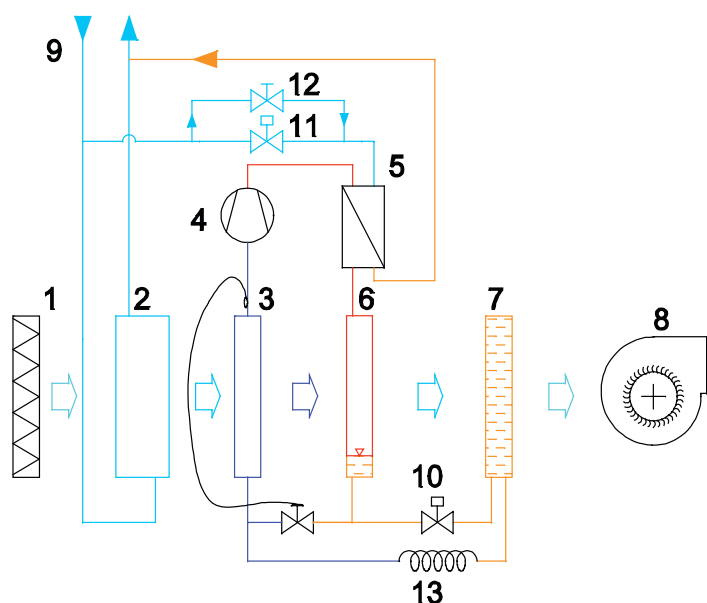

Fig. 1 Schema del deumidificatore DR20
In fig. 1 è schematizzato il funzionamento ad aria neutra. L'aria, filtrata attraverso la sezione filtrante (1), subisce un preraffreddamento tramite lo scambiatore ad acqua refrigerata (2). L'utilizzo dell'acqua refrigerata per preraffreddare l'aria è fondamentale per l'efficienza del processo, perché in questo modo è possibile rendere minimo l'impegno di potenza elettrica del compressore frigorifero (4). L'aria viene poi deumidificata attraversando in sequenza le batterie alettate di un circuito frigorifero: nella prima batteria (3) vi è la deumidificazione vera e propria, nella seconda (6) vi è il postiscaldamento, effettuato tramite il calore sviluppato dal circuito frigorifero.